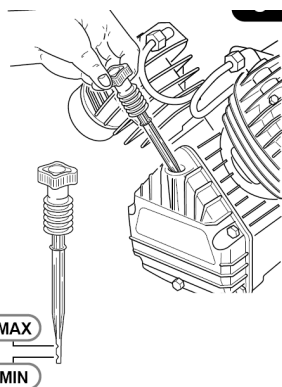

Fig. 6: Asticella
Togliere il tappo dalla scatola e inserire l'asticella del livello dell'olio (Fig. 6).
- Controllare attentamente che il livello dell'olio sia compreso tra i valori minimo e massimo dell'asticella (Fig. 6).